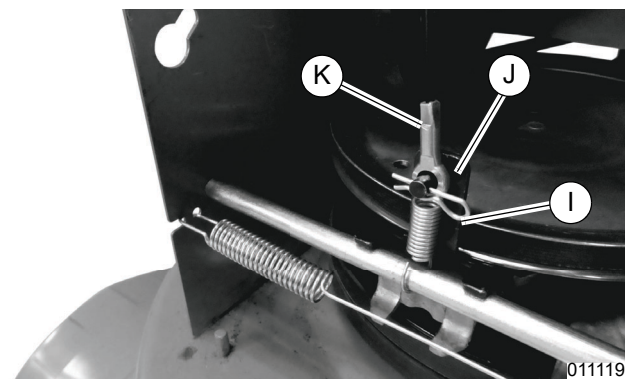

Figure 4-23. Enlèvement de la goupille et du câble de traction
8. Voir **Figure 4-23**. Retirer la goupille (I) et détacher le câble de traction (K) du bras de commande de traction (J).